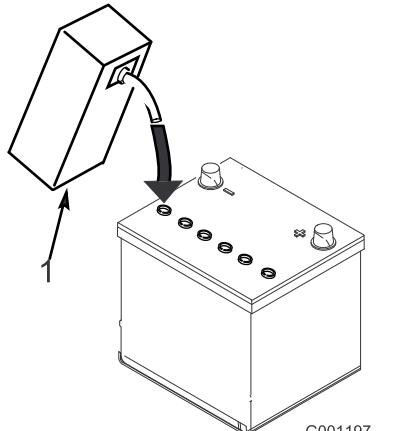

Figura 5
3. Llene cuidadosamente cada celda con electrolito hasta que las placas estén cubiertas de aproximadamente 6 mm (¼") de fluido (Figura 5).
5. Rellene si es necesario para que el electrolito llegue a una distancia de aproximadamente 6 mm (¼") del fondo del hueco de llenado (Figura 5).